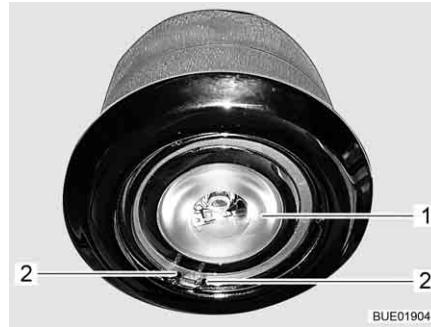

Fig. 240 Lámpara de techo
- Comprimir los extremos del estribo de sujeción (Fig. 240,2) y quitar el estribo de sujeción.
- Quitar el LED (Fig. 240,1).